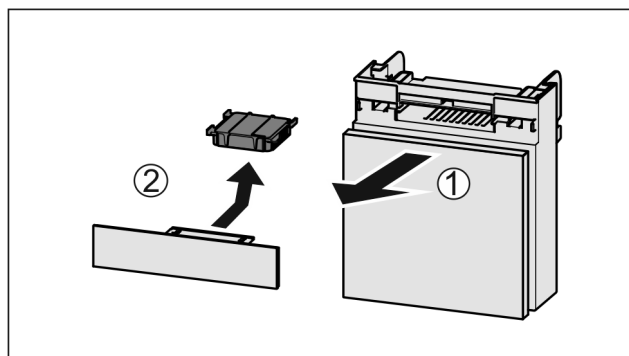

Fig. 118
- ▶ Zásuvku vytáhněte dopředu Fig. 118 (1).
- ▶ Filtr s aktivním uhlím vyjměte Fig. 118 (2).